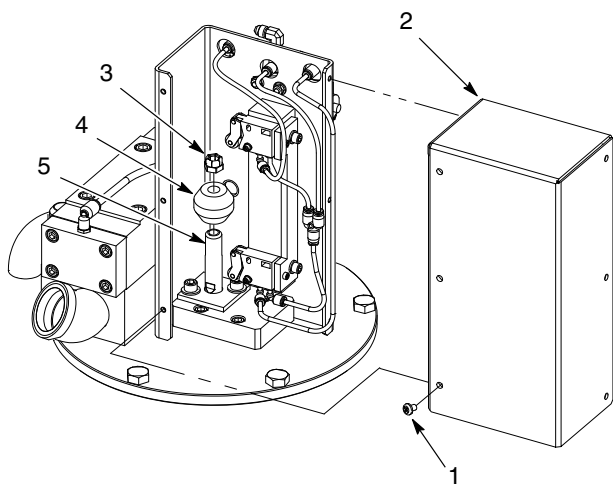
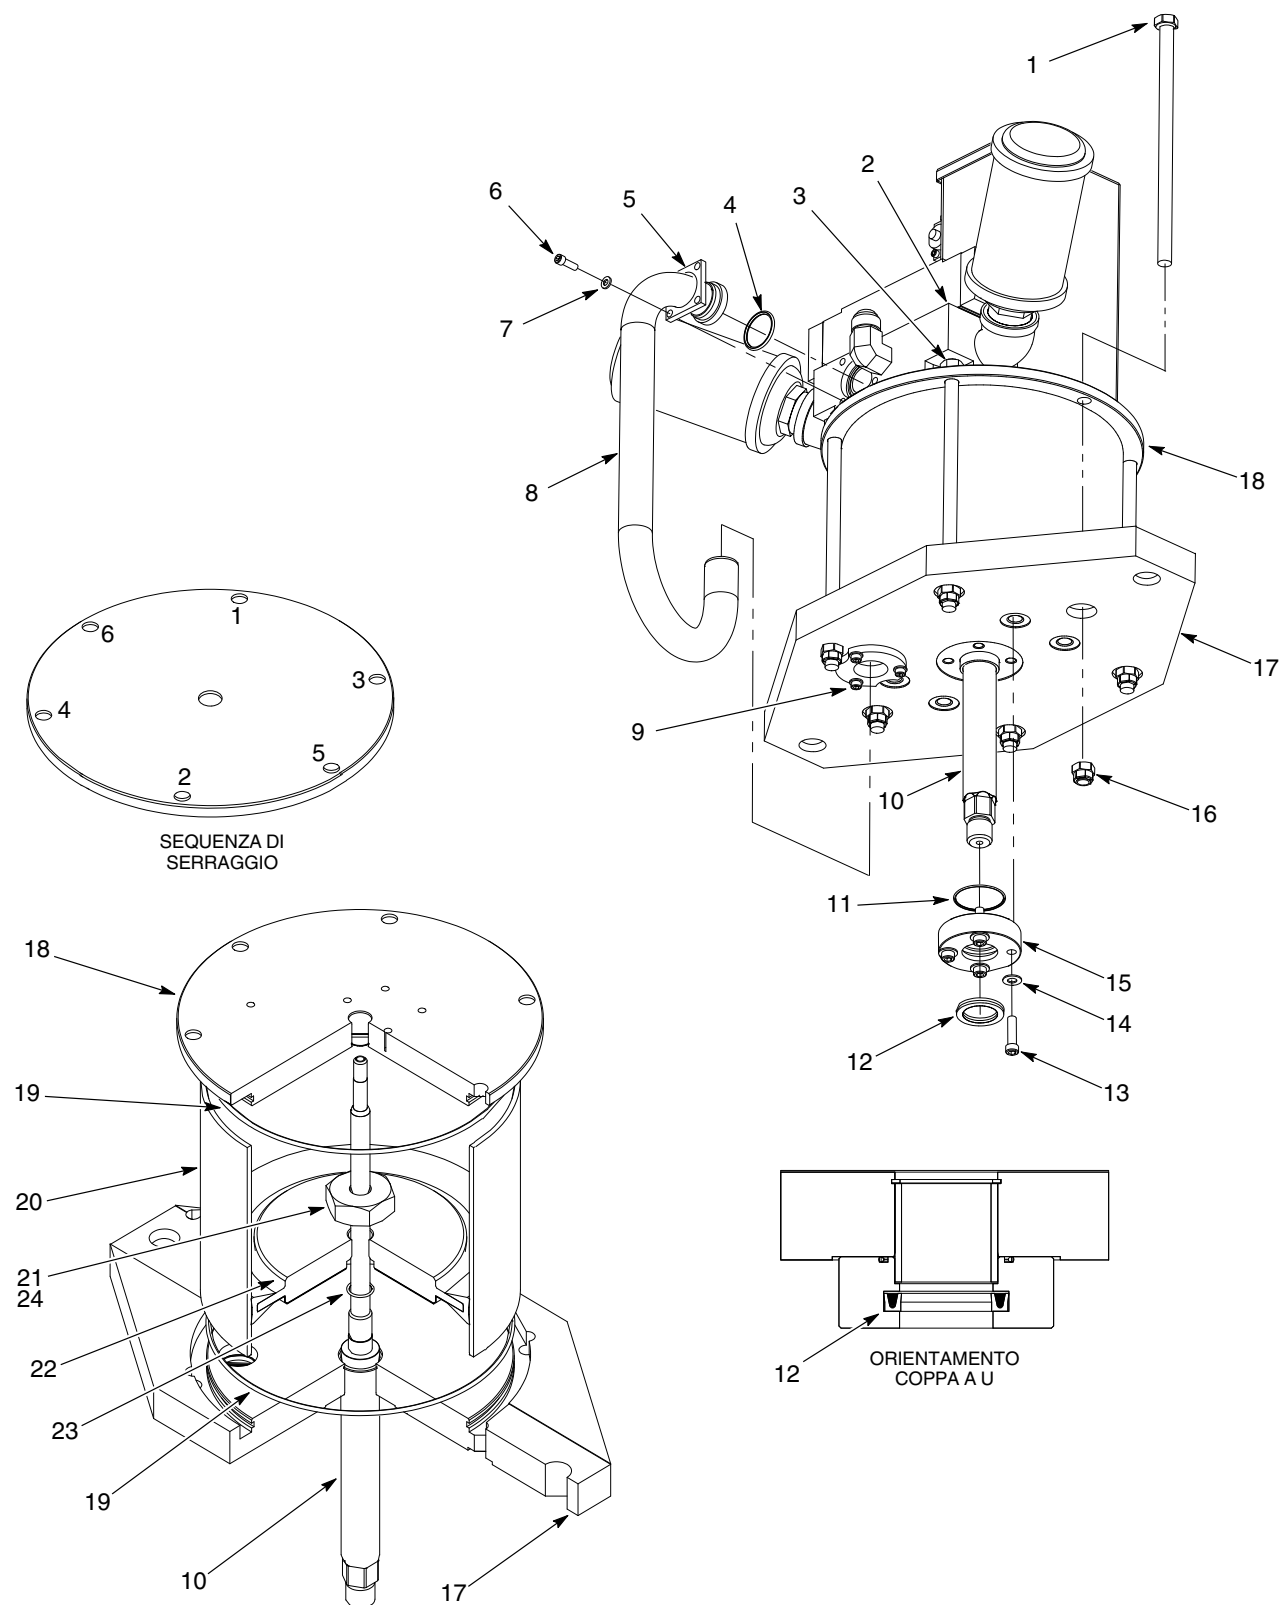

Figura 11 Smontaggio della copertura dell'asta di scatto
Figura 12 Sostituzione del pistone
1. Vedi figura 11. Togliere le viti (1) che fissano la copertura del gruppo dell'asta di scatto (2).
2. Mettere una chiave sulle parti piatte dell'asta del pistone (5).
3. Togliere il dado (3) che fissa la barra di scatto (4) all'asta del pistone (5).
4. Vedi figura 12. Togliere le viti (6) e le rondelle (7) che fissano il ritegno del tubo di alimentazione superiore (5) al collettore aria (2).
5. Allentare le viti del ritegno del tubo di alimentazione inferiore (9).
6. Rimuovere il tubo di alimentazione (8) dal collettore aria (2) e dalla piastra di base (17). Togliere e gettare via l'o-ring (4) dal collettore aria (2).
7. Togliere le viti (13) e le rondelle (14) che fissano il ritegno dell'asta del pistone (15) alla piastra di base (17). Togliere l'o-ring (11) e la coppa ad U (12). Gettare via l'o-ring e la coppa ad U.
8. Togliere le viti (1) e i dadi (16) che fissano la copertura del motore ad aria (18) alla piastra di base (17). Per rimuovere i dadi prendere con una chiave le parti piatte delle due viti (3) sotto il collettore aria (2).
9. Rimuovere la copertura del motore ad aria (18) e poggiarla su una superficie piana. Smontare e gettare via l'o-ring della copertura del motore ad aria (19).
10. Rimuovere il cilindro pneumatico (20) e l'o-ring (19) dalla piastra di base (17). Gettare via l'o-ring. Rimuovere il gruppo pistone dal cilindro pneumatico.
11. Togliere il dado (21) che fissa il pistone (22) all'asta del pistone (10). Rimuovere l'o-ring (23) dall'asta del pistone e gettarlo via.
1. Vedi figura 12. Applicare grasso TFE sui pezzi seguenti:
- superficie interna del cilindro pneumatico (20)
- pistone (22)
- coppa ad U (12)
2. Montare l'o-ring (23) sull'asta del pistone (10).
3. Applicare Loctite 242 (24) sui filetti superiori dell'asta del pistone (10). Montare il pistone (22) sull'asta del pistone. Montare il dado sull'asta del pistone e serrare a 200-220 ft-lb (271-298 N•m).
4. Assemblare il gruppo pistone e il cilindro pneumatico (20):
- b. Applicare grasso TFE sull'asta del pistone (10).
5. Montare gli o-ring (19) sulla piastra di base (17) e sulla copertura del motore ad aria (18).
7. Montare la copertura del motore ad aria (18) sul cilindro pneumatico (20) usando le viti (1, 3). Eseguire quanto segue:
- a. Applicare i dadi (16) sulle viti.
8. Inserire l'o-ring (11) e la coppa ad U (12) nel ritegno dell'asta del pistone (15) come illustrato.
9. Montare il ritegno dell'asta del pistone (15) sulla piastra di base (17) usando le viti (13) e le rondelle (14). Serrare le viti a 22-25 ft-lb (30-33 N•m).
10. Inserire con attenzione la parte inferiore del tubo di alimentazione aria (8) attraverso il ritegno inferiore (9) fin dentro la piastra di base (17).
11. Inserire con attenzione la parte superiore del tubo di alimentazione aria (8) nel collettore aria (2).
12. Fissare il ritegno superiore (5) al collettore aria (2) usando le viti (6) e le rondelle (7). Serrare le viti a 10-365,76 cm-lb (13-16 N•m).
13. Serrare le viti sul ritegno inferiore (9) a 10-365,76 cm-lb (13-16 N•m).
14. Vedi figura 11. Montare la barra di scatto (4) sull'asta del pistone (5) usando il dado (3). Stringere bene il dado.
15. Montare la copertura (2) sul motore ad aria usando le viti (1). Stringere saldamente le viti.